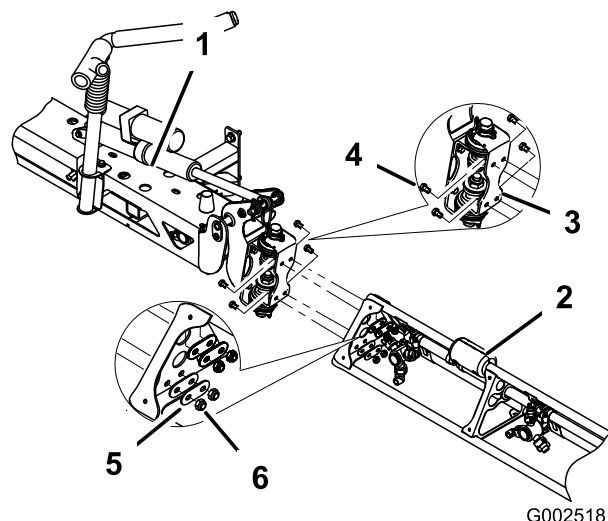

Figura 15
7. Instale a rampa da extensão na rampa central na chapa de dobradiça utilizando os 4 parafusos, as 4 anilhas e as 4 porcas retiradas no passo 6 conforme ilustrado em Figura 15.